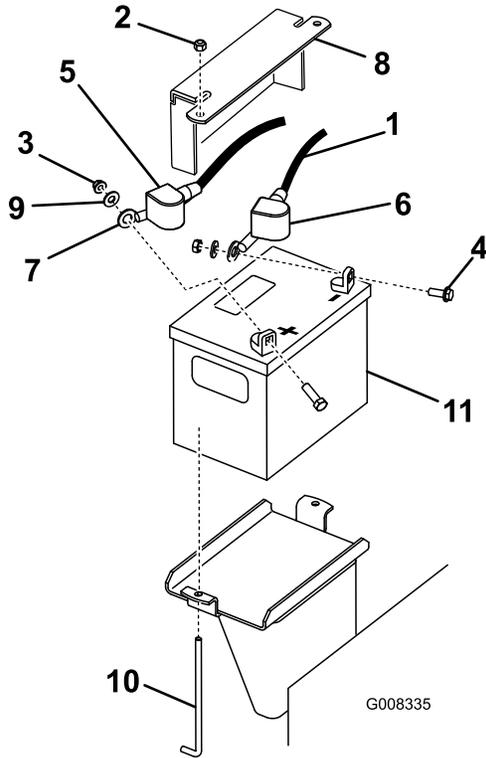

Figura 40
3. Levante a tampa de borracha preta no cabo negativo. Desligue o cabo negativo da bateria do terminal negativo (-) da bateria (Figura 40).
4. Retire a proteção do terminal vermelho do terminal positivo (vermelho) da bateria. Em seguida, retire o cabo positivo (vermelho) da bateria (Figura 40).
5. Remova a placa de fixação, pernos em J e porcas de bloqueio que prendem a bateria (Figura 40). Retirar a bateria.
1. Utilizando os fixadores anteriormente retirados, instale o cabo da bateria positivo (vermelho) no terminal da bateria positivo (+) (Figura 40).
3. Utilizando os fixadores anteriormente retirados, instale o cabo da bateria negativo (preto) no terminal da bateria negativo (-) (Figura 40).
4. Prenda a bateria utilizando a barra e as quatro porcas de orelhas (Figura 40).